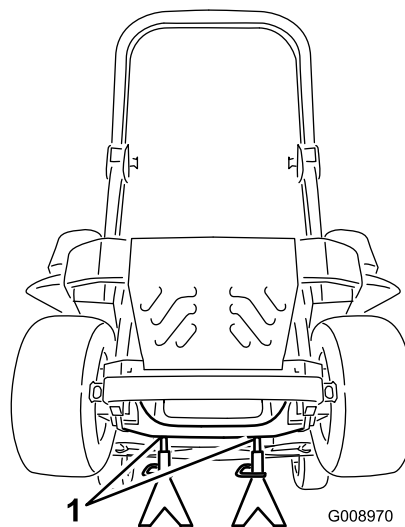

Figura 90
3. Eleve a máquina e apoie-a (Figura 90).
9. Retire os macacos e baixe a máquina (Figura 90).